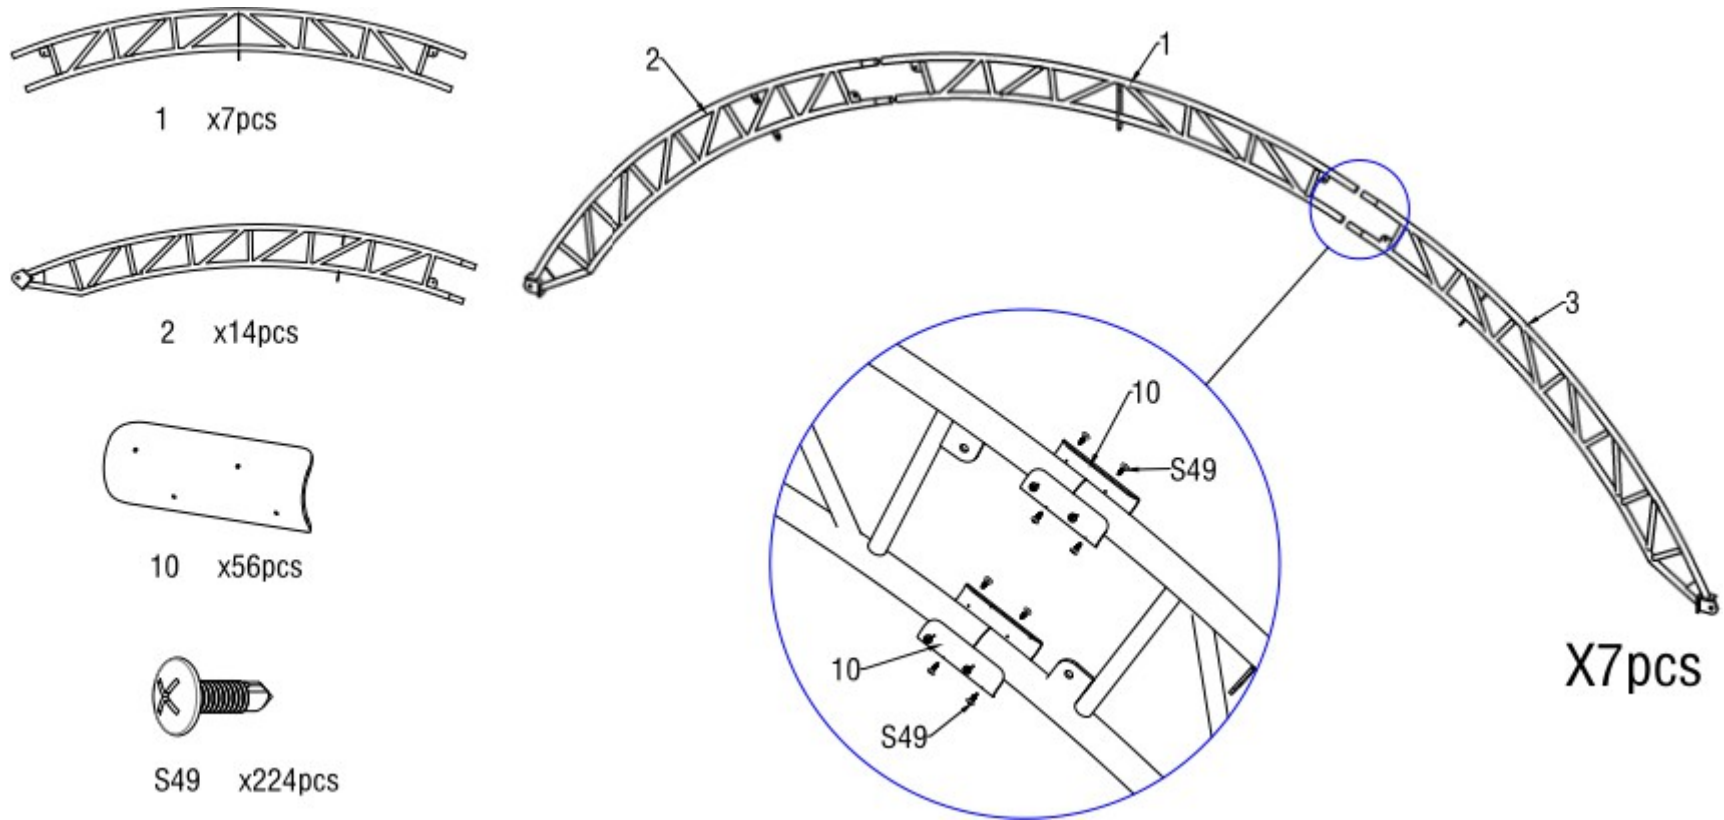

Figure 2
2.1 Comme le montre la figure 2, trouvez un tube coudé central et un tube coudé inférieur, puis assemblez ces arceaux à l'aide d'une vis M4x16 mm (référence S49) et d'une pièce de serrage (référence 10) pour former le premier groupe d'arceaux.